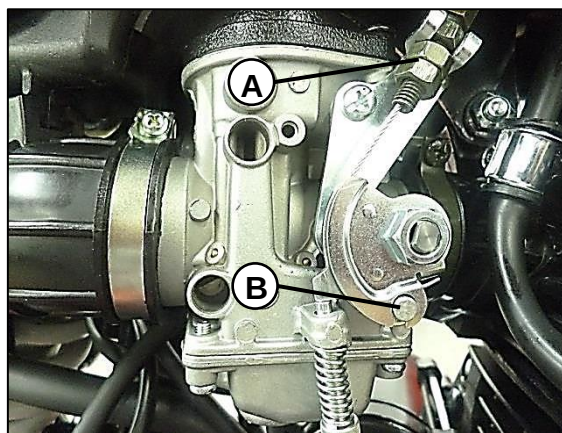

Fig.30
- Remueva la tuerca y la contratuerca del cable de acelerador (A) y posteriormente retire la terminal de la guaya (B) que se ensambla en la mariposa del carburador. **Fig.30**